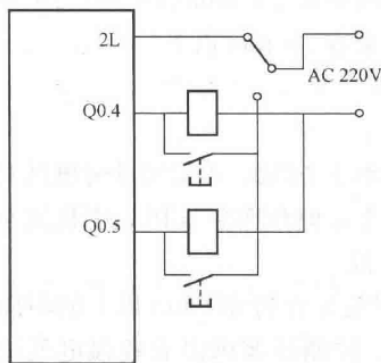

图 5-22 输入按钮直接控制法
5) 输入按钮直接控制法。将输入按钮直接连接在需要控制的输出设备上,以减少对输入点数的使用,如图 5-22 所示。
(8) 对输出点不够时,可参考下列方法扩展。